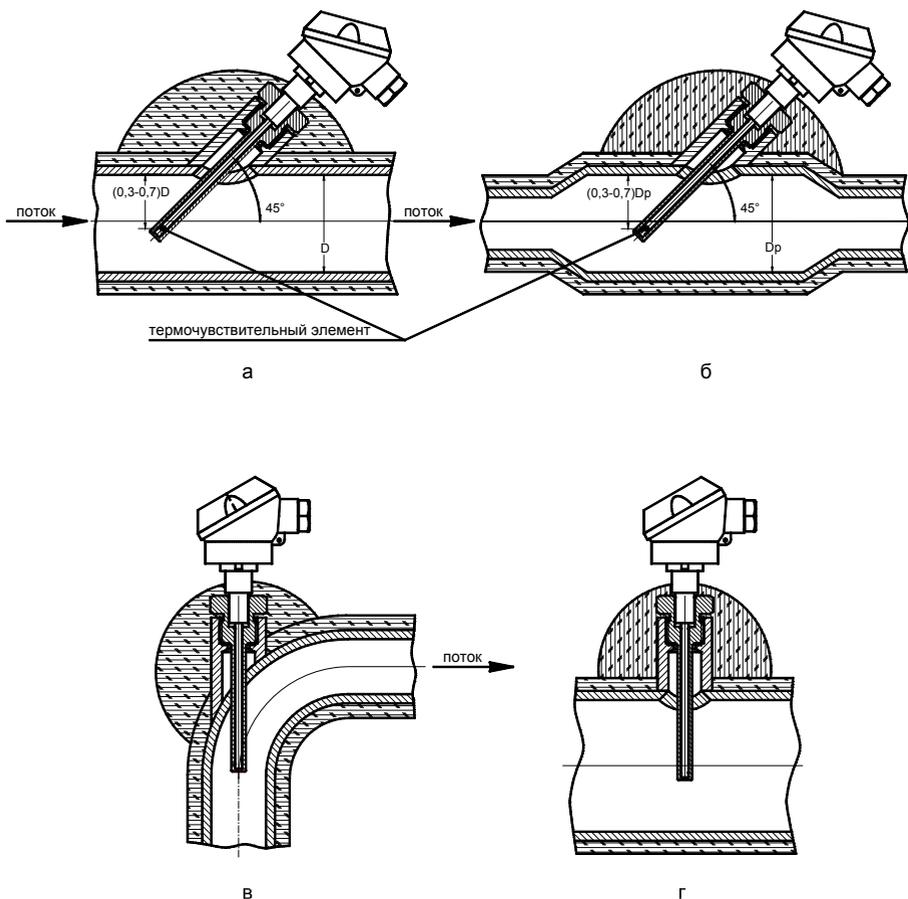

Рис.8.8
8.6.1 В выбранном месте установки ТС в верхней части трубопровода делается отверстие под защитную гильзу. Глубина погружения чувствительного элемента ТС должна быть  $(0,3-0,7)D$ , где  $D$  – внутренний диаметр трубопровода (рис. 8.8 а).
8.6.2 Если диаметр чувствительного преобразователя ТС превышает  $0,13D$ , то допускается при установке ТС применять расширитель (рис. 8.8 б), где  $D_p$  – внутренний диаметр расширителя.